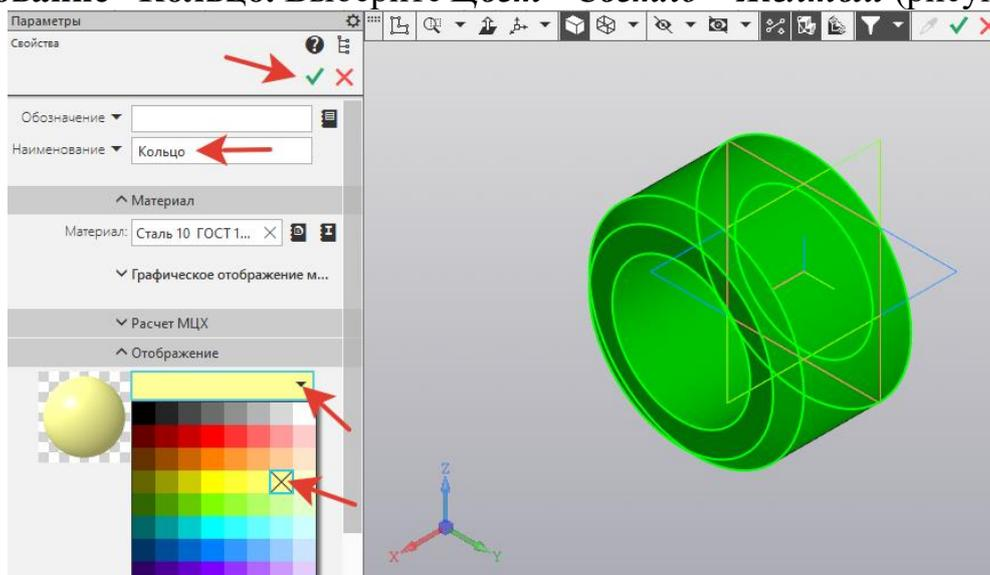

Рисунок 131.
9. В **Дереве модели** правой клавишей нажмите **Деталь** - **Свойства** - **Наименование** - **Кольцо**. Выберите **Цвет** - **Светло - Желтый** (рисунок 131).